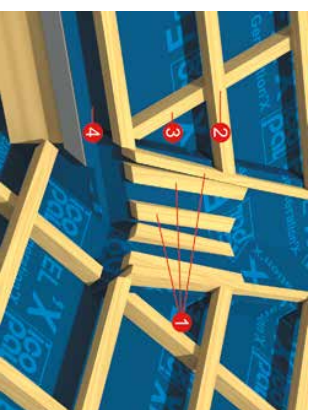

Рисунок 27
5.7.3 Выход ендовы на скат кровли. В случае, если ендова выходит на скат кровли, нижний край ендовы приподнимается на высоту профиля кровельных панелей. Для этого из брусаев шаговой обрешетки изготавливаются клинья длиной 500 мм и высотой 20 мм, которые монтируются на нижней части опорного настила (Рисунок 27).